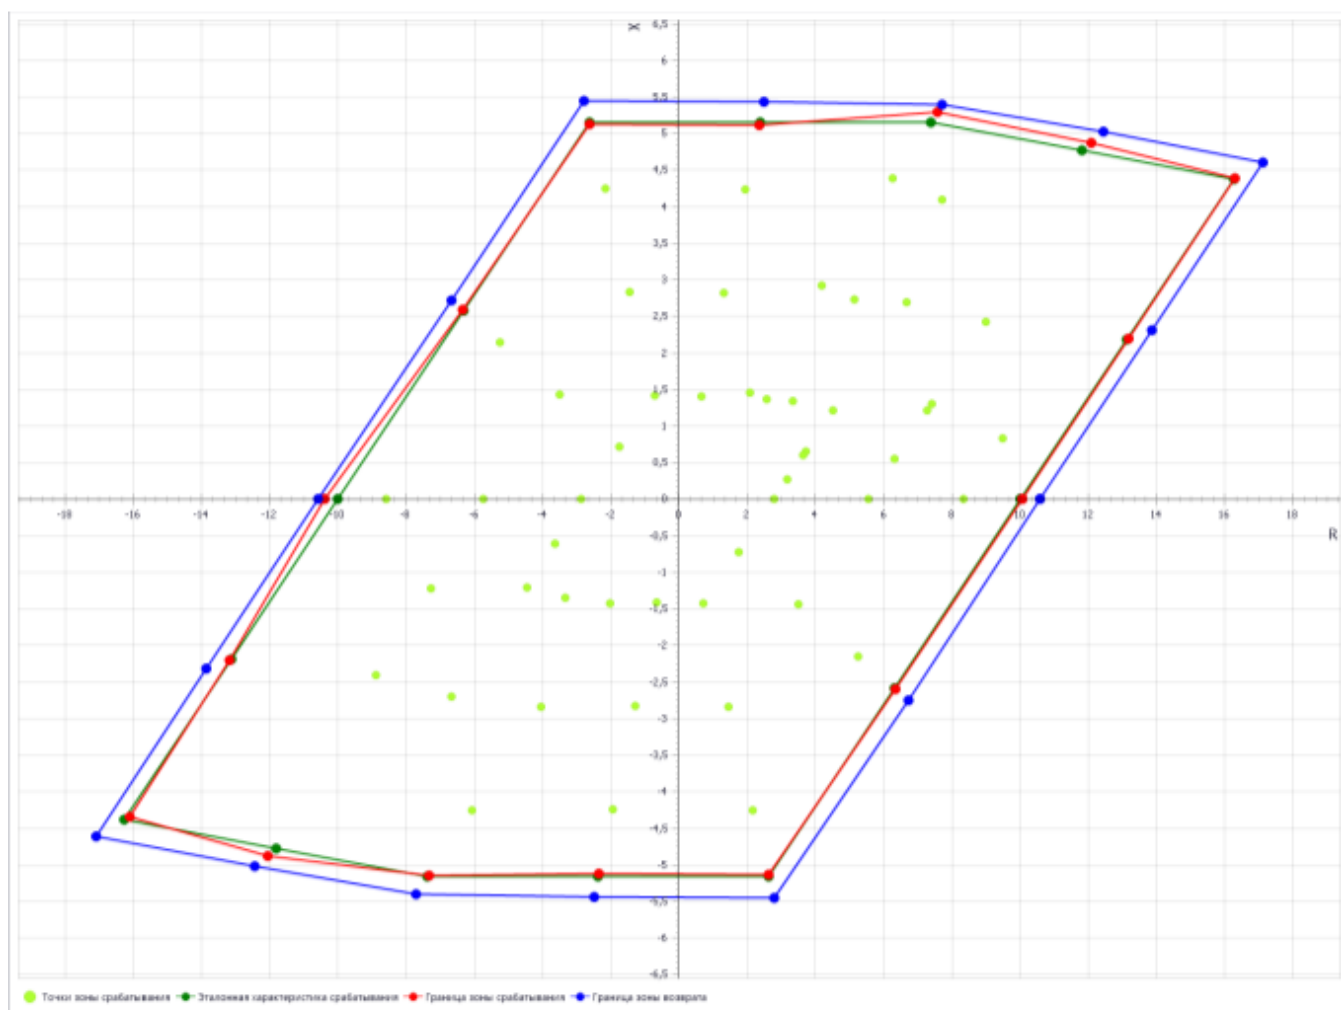

Рисунок 3.37 – Характеристика срабатывания и возврата ИО РС
- Рисунок с изображением характеристики срабатывания и возврата (Рисунок 3.37 – Характеристика срабатывания и возврата ИО РС);